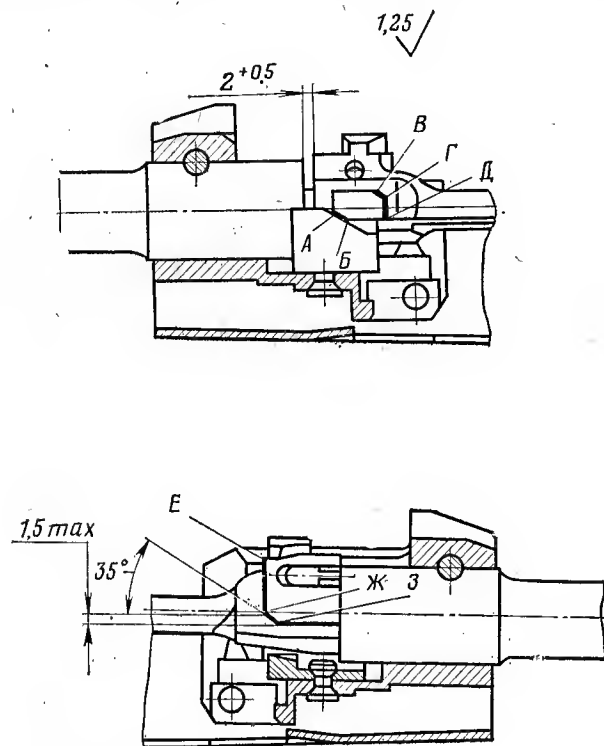

Рис. 71. Обработка боевых выступов на затворе
4. Опилить скос АБ (рис. 71) на левом боевом выступе затвора так, чтобы начало поворота затвора по винтовому скосу сухаря было при зазоре между пеньком ствола и торцом затвора в пределах 2...2,5 мм и чтобы прилегание скоса на боевом выступе к винтовому скосу сухаря было по ширине не менее 1 мм.